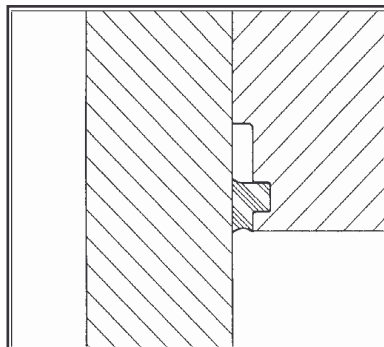
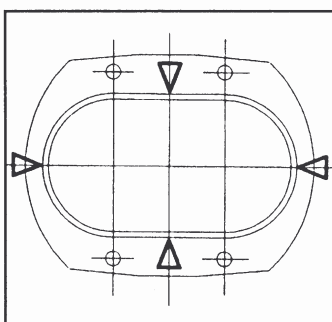

Figure 10a : Couvercle de pompe Ultimα
Figure 10c : Joint de couvercle
Ultima seule : Monter le joint de couvercle (121) dans le corps de pompe comme le montre la fig. 10a Pousser sur 4 points d'abord (voir figure 10c), et insérer le reste en évitant de former des vagues.